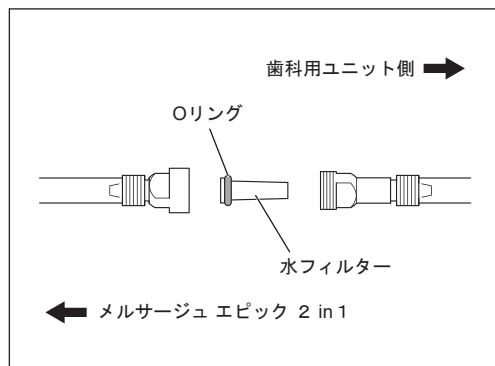

図61
- 5) 新しい水フィルターのOリングをメルサージュ エピック 2 in 1側にして、取り外しと逆の手順で組み付けます（図61）。